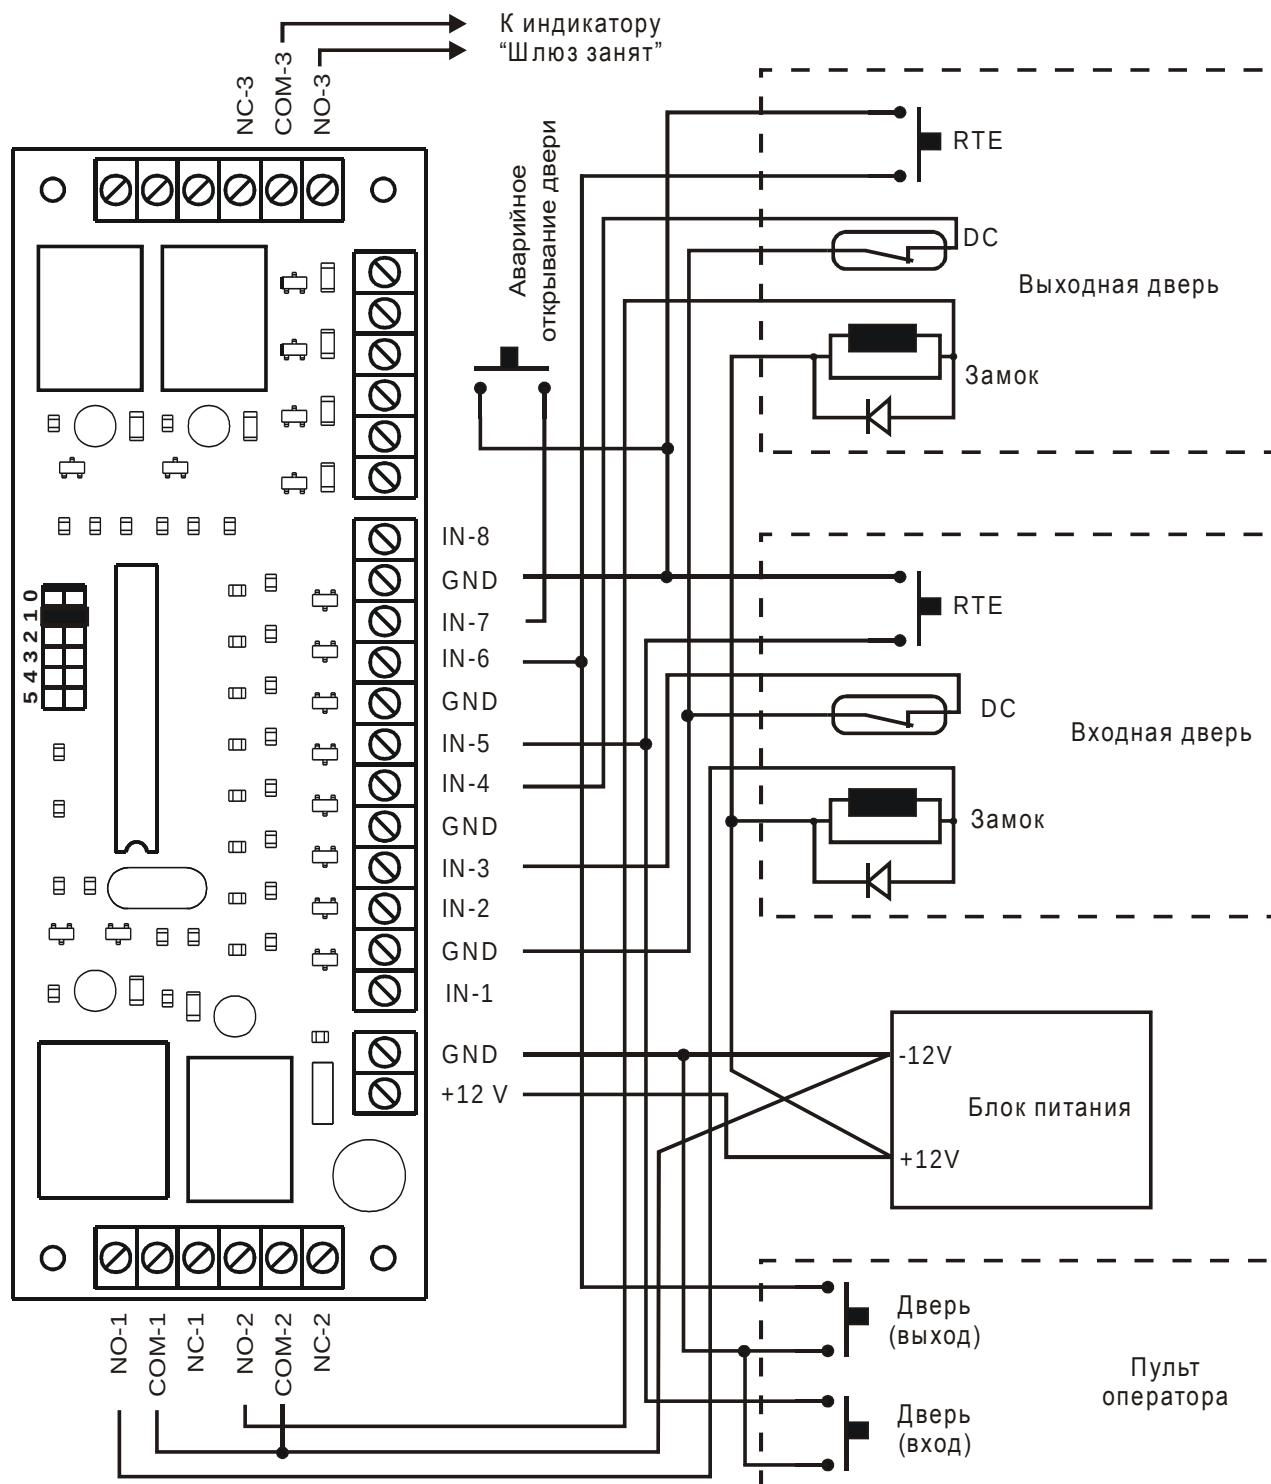

Рисунок 3. Схема шлюза в автономном режиме
1. Обмотки электромоторов должны быть зашунтированы обратно включенными диодами либо варисторами (см. рис. 3). При этом варистор следует размещать как можно ближе к замку;